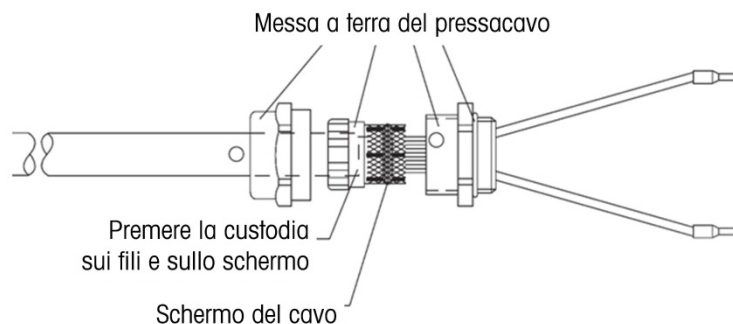

Figura 3-26: Preparazione del cavo del pacco batteria
6. Piegare i fili dello schermo sul componente di plastica del pressacavo (Figura 3-26). Successivamente comprimere questo raggruppamento nella filettatura del corpo metallico del pressacavo.